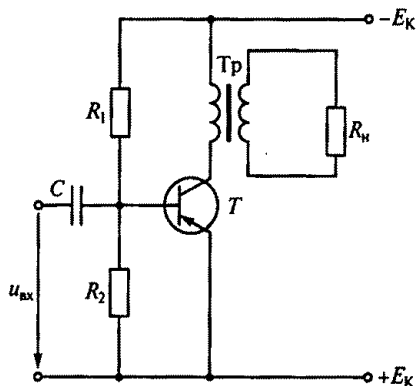

Рис. 204
8.20. На рис. 204 представлена схема одноконтурного транзисторного усилителя мощности с